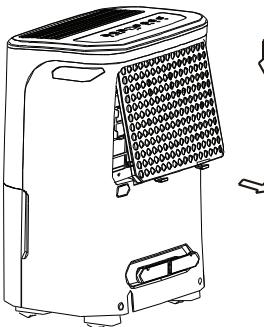

Fig. 8
- Ridicați grilajul de pe filtru apoi scoateți-l aşa cum se indică în Fig. 8.